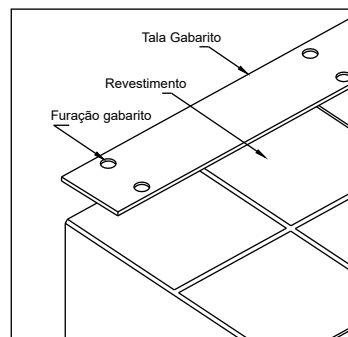

figura 6: Marcação das barras rosca sobre o piso para furação.
a) Para iniciar a instalação, utilize o gabarito que é enviado juntamente com o produto para realizar as furações no piso, posicione-se o mesmo no local desejado e inicie o processo de furação, conforme figura 6.